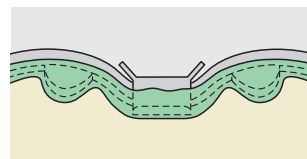
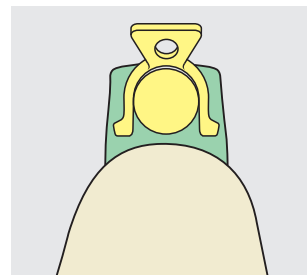

Fig. 5
Fig. 6
Anschliessend die Anker Elemente zirkulär und okklusal sowie den Steg und die Stegreiter auf dem Modell gingivaseitig ausblocken (Fig. 5). Darauf achten, dass die Schenkel des Stegreiters genügend dick ausgeblockt werden (Fig. 6), um deren Federweg beim Ein- und Ausgliedern zu erhalten. Eventuell gegossene Verstärkung über die Stegreiter positionieren und die Kunststoffarbeit nach bekannten zahntechnischen Richtlinien fertigstellen.
4. Untersichgehende Stellen des Steges ausblocken (Fig. 5)
6. Untersichgehende Stellen des Steges sowie die Lamellen des Reiters ausblocken (Fig. 5 und 6)